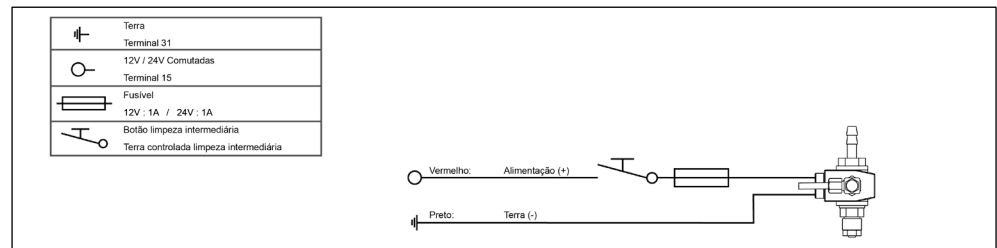
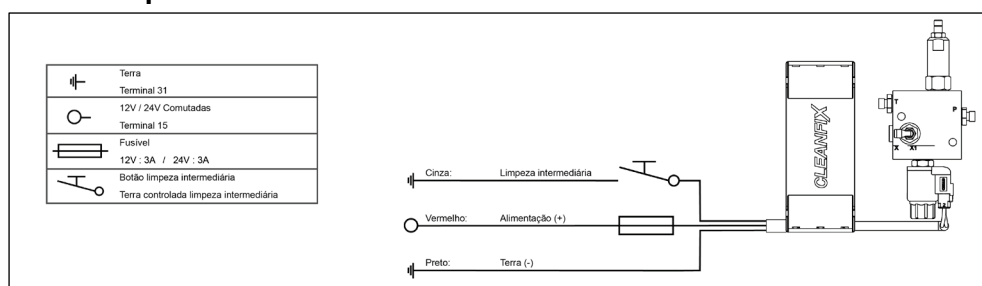

Fig. 65
Fig. 73
Caso haja uma alimentação ligada e com proteção (terminal 15) disponível com tensão suficiente (ver Fig. 65 - Fig. 73), esta pode ser utilizada.
- 40) Ligar o componente eléctrico à alimentação de tensão da máquina (ver Fig. 65 - Fig. 73).